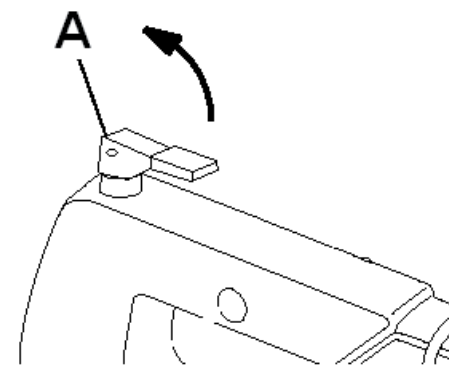

Рис. 5
- Зніміть вставку столу (M)
- Рукоятка швидкого зняття натягнення полотна (A) дозволяє вам швидко і просто замінити лезо (рис.5).